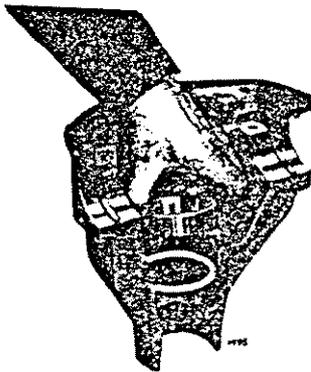

Abb. 81 Keilradbeilagscheiben im Gehäuse
Die erforderlichen Beilagscheiben (59) im Gehäuse auf die Auflagefläche des Kegelradkopflagers legen und den Außenlauftring (Abb.81) einbauen.